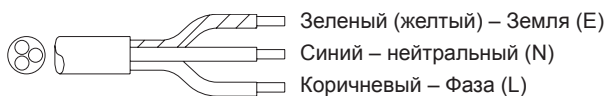

рис. 3
В зависимости от модели, устройство может быть подключено в соответствии с (рис. 3)
Три основных кабеля (рис. 3) имеют следующие коды:
4. Включите прибор в розетку и поверните термостат до необходимой температуры (рис. 3А).
5. Световой индикатор (рис. 3В) будет теперь гореть до тех пор, пока вода не достигнет требуемой температуры
5. Световой индикатор (Рис. 3В) будет теперь гореть до тех пор, пока вода не достигнет требуемой температуры.
7. Активируйте систему наполнения, повернув выключатель (Рис. 3С). Водонагреватель начнет заполняться и остановиться автоматически, когда резервуар будет полным.